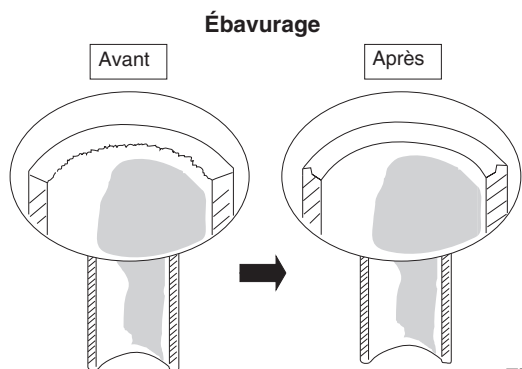

Fig. 5-1
- (1) Couper le tube en cuivre à la longueur requise avec un coupe-tube. Il est recommandé de couper environ 30 à 50 cm en plus de la longueur du tube évaluée.
- (2) Éliminer les copeaux à l'extrémité du tube en cuivre avec un alésoir de tube ou une lime. Ce procédé est important et doit être effectué soigneusement pour faire un bon évasement. Veiller à empêcher la pénétration de tout contaminant (humidité, saleté, copeaux métalliques, etc.) dans la tuyauterie. (Figs. 5-1 et 5-2)